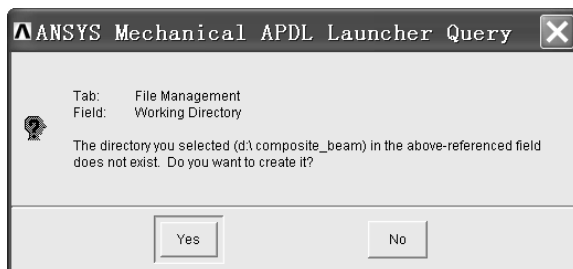

图 2-124 “ANSYS Mechanical APDL Product Query”窗口
(2) 单击“14.0: ANSYS Mechanical APDL Product Launcher [Profile: \*\*\* La...”窗口中“Simulation Environment:”方框后的倒立三角形图标, 选中“ANSYS”。
(3) 单击“14.0: ANSYS Mechanical APDL Product Launcher [Profile: \*\*\* La...”窗口中“License:”方框后的倒立三角形图标, 选中“ANSYS LS-DYNA”。
(4) 在“14.0: ANSYS Mechanical APDL Product Launcher [Profile: \*\*\* La...”窗口中的“Working Directory:”方框内输入“d:\composite\_beam”(输入的内容在引号中。下同)。
(5) 在“14.0: ANSYS Mechanical APDL Product Launcher [Profile: \*\*\* La...”窗口中的“Job Name:”方框内输入“composite\_beam”。
(6) 单击“14.0: ANSYS Mechanical APDL Product Launcher [Profile: \*\*\* La...”窗口中的“Run”按钮, 弹出“ANSYS Mechanical APDL Launcher Query”窗口(见图 2-124)。